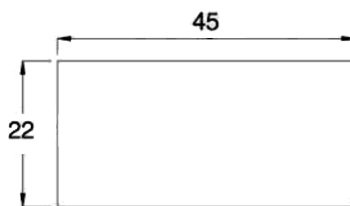

Рис. 5
- a. В месте установки вырежьте прямоугольное отверстие размером 45×22 мм (см. рис. 5)